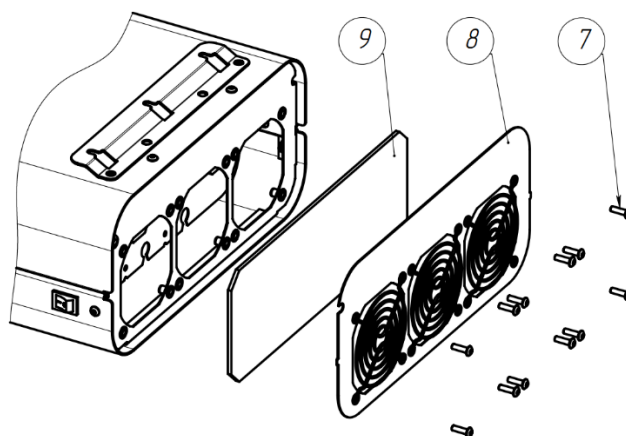

Рисунок 9
-Вывернуть 12 винтов М4х14 (рис.9, поз.7), снять решетки и пластину нижней панели (рис.9, поз.8).
-Заменить фильтр (рис.9, поз.9).